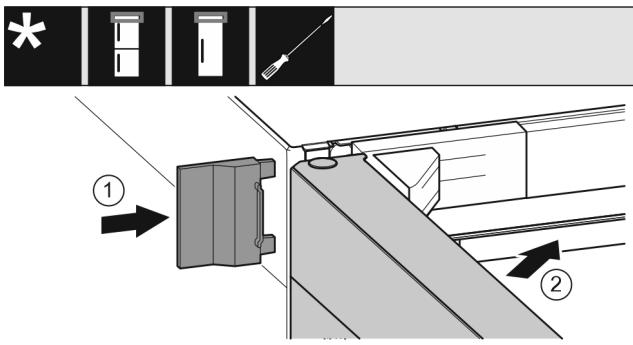

Fig. 23
- ▶ Ωθήστε το εξωτερικό κάλυμμα. *Fig. 23 (1)*
- ▶ Κλείστε την επάνω πόρτα. *Fig. 23 (2)*